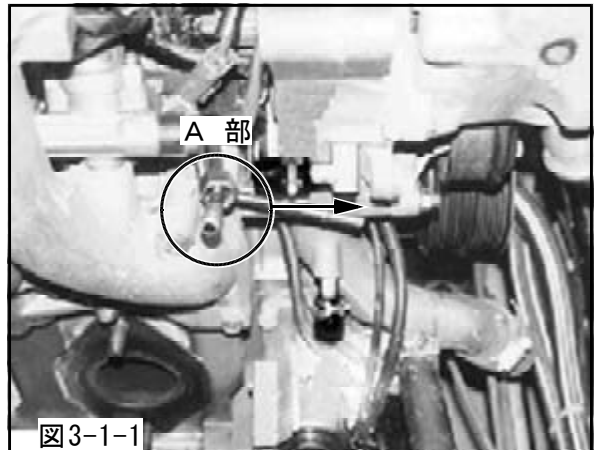

図3-1-1
- (1) 図に示す矢印の向きに、A部のパイプをターボチャージャAssyに干渉しないように曲げてください。(図3-1-1)